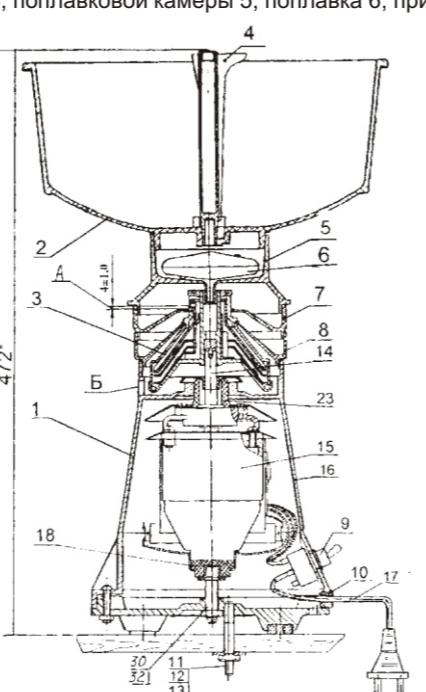

Рис.1 Общий вид электросепаратора
5.2 Электросепаратор (рис.1) состоит из электропривода (поз.1), барабана (поз.3) и приемно-выводного устройства (поз.2).
5.2.3. Приемно - выводное устройство предназначено для подачи молока в барабан, вывода сливок и обезжиренного молока. Оно состоит из приемника молока 2 с краном 4, поплавковой камеры 5, поплавка 6, приемника сливок 7, приемника обезжиренного молока 8 (рис.1).
6.4. Электропривод устанавливается на рабочем столе по уровню и крепится шпилькой 11, шайбой 12, гайкой 13 (рис.1) или двумя шурупами через свободные отверстия в ножках.
6.5. Собранный барабан установить на вал поз.14 (рис.1) так, чтобы штифт барабана вошел в паз вала.
6.6. Затем на верхнюю часть электропривода (рис.1) установить последовательно приемник обрата поз.8, приемник сливок поз.7, поплавковую камеру поз.5 с поплавком поз.6, приемник молока поз.2, кран поз.4.
8.2 Регулировка барабана по высоте (рис.1) производится следующим образом:
8.2.3. Ослабить гайку 32(рис.1) и вращением винта регулировочного 30 установить требуемый для нормальной работы электросепаратора размер 4 1,0 между верхней кромкой конической части приемника сливок и осью регулировочного винта.
8.2.4. Не нарушая установленного положения, затянуть гайку 32 (рис.1).